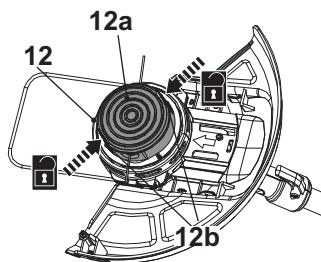

Fig. 24
2. Segure firmemente a cabeça do aparador (12) com uma mão. Pressione os fechos de libertação (12b) de ambos os lados, depois levante a cobertura (12a) e remova-a (Fig. 24).